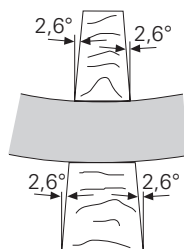

Fig. 74
- For at effektiviteten på formlåsen BFD **20** ikke bliver forringet, må formene afvige maks.  $2,6^\circ$  i forhold til midtpunktet. Fig. 74